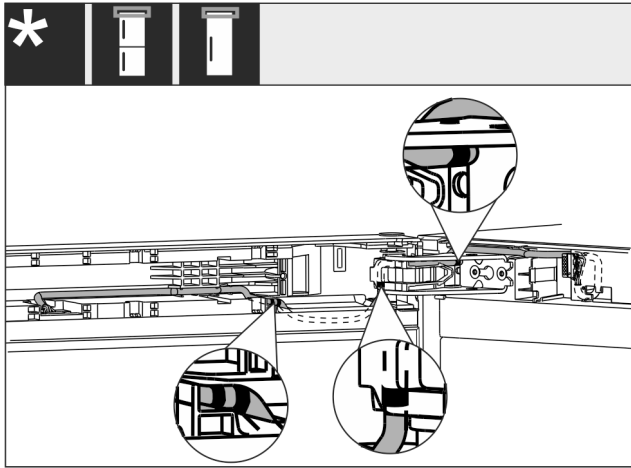

Fig. 39
- Pozarea cablului reprezentată ca în figură Fig. 39 [].